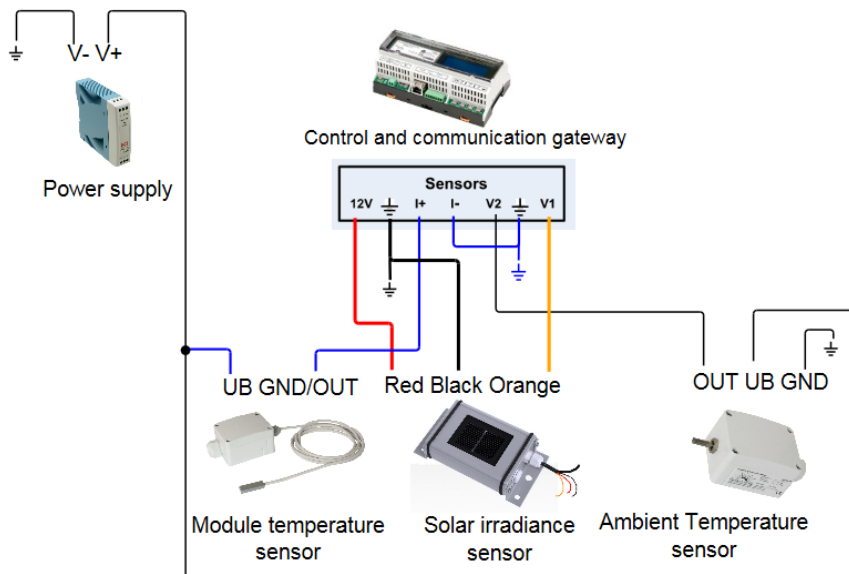

図 18: センサ接続図
- 3 センサの種類に応じて、次のように接続します。(図 18 を参照してください。)